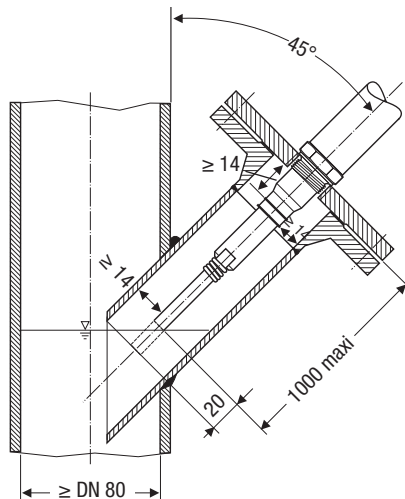

Fig. 16 Montage en position inclinée, par ex. dans les conduites de départ montantes d'installations à eau surchauffée ou dans des réservoirs
- L'angle d'inclinaison de l'électrode doit être de 45° au maximum, la longueur de la tige d'électrode étant limitée à 1000 mm. **Fig. 16, 20**